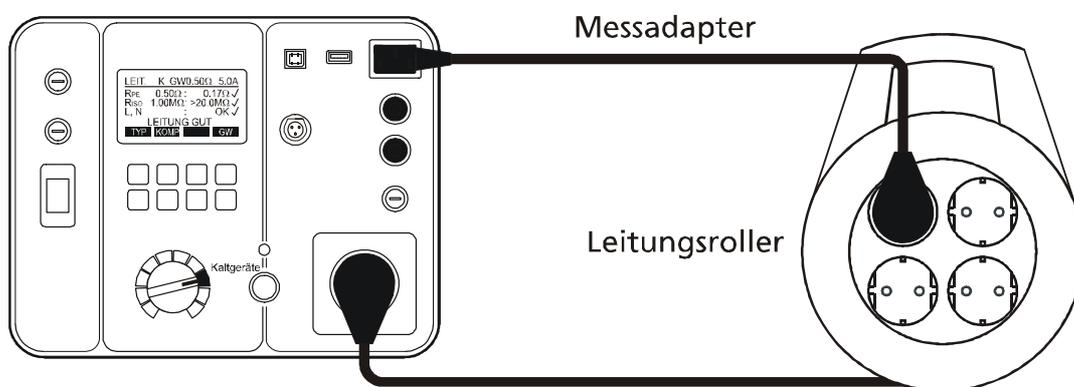

Abb. 29: Anschluss zur Prüfung von Leitungsroller oder Verlängerungsleitungen
- 3) Schließen Sie die Verlängerungsleitung oder den Leitungsroller mittels kompensiertem Messadapter an den GT-600/GT-800 Gerätetester entsprechend Abbildung 29 an. Starten Sie die Messung mittels Drücken der Taste START/STOPP.